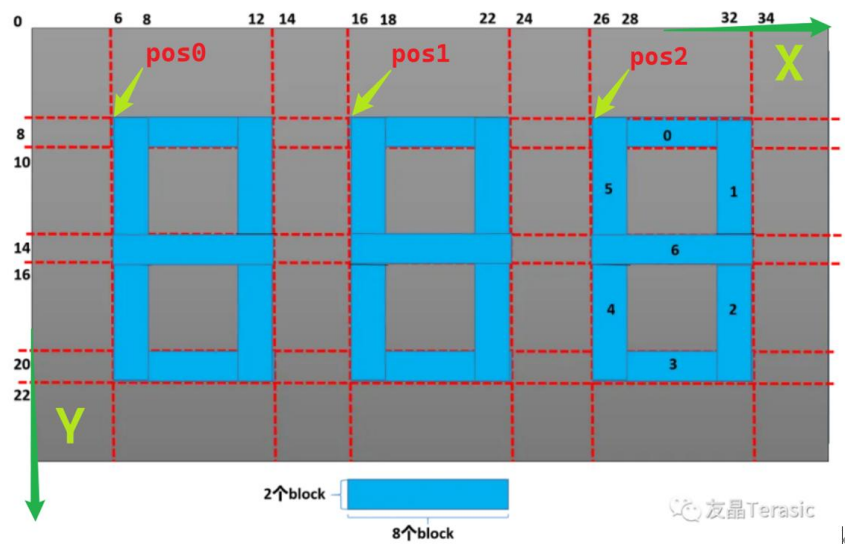

Figure 7 角标位置
将所要显示的3位数字的左上角的坐标的X分量设置为角标，分别记为 pos0、pos1、pos2，角标位置如下 Figure 7 所示。